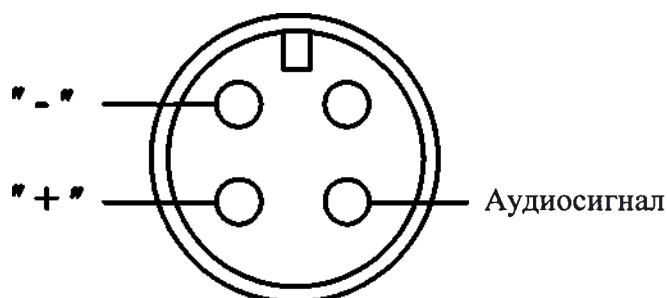

Рис. 3.1 Полярность подводимого напряжения СА "НЕВА Р"
10.6 Максимально допустимое напряжение переменного и постоянного тока, которое может быть приложено к аудиовходу СА – 3 В. Полярность подводимого напряжения, соответствует рис. 3.1, 3.2.